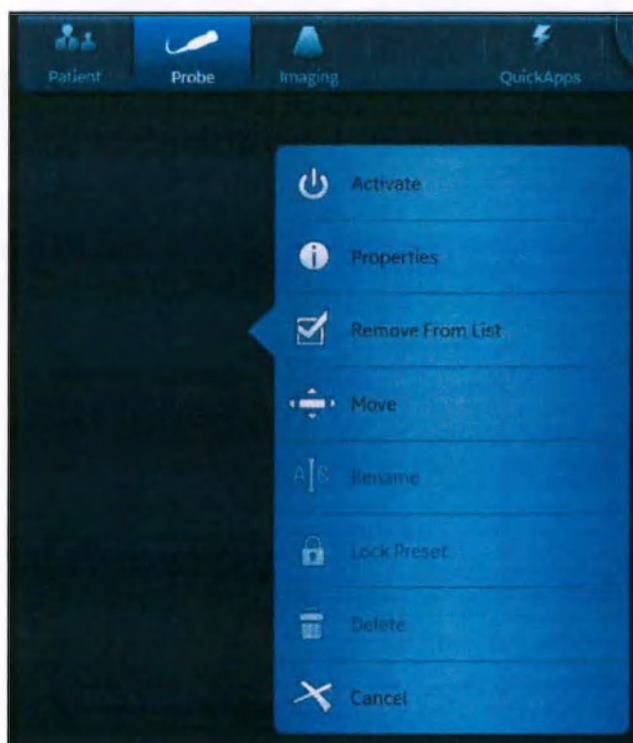

Рис. 4-34. Меню настройки предустановок
1. Выберите необходимое значение параметра **Category** (Категория) в области «Protocol Selections» (Выбранные протоколы) в правой части вкладки *Scan Assist Pro* (см. Рис. 4-34 на стр. 4-90).
3. Нажмите на предустановленный параметр приложения, который нужно изменить. Отобразится меню *настройки предустановок* (Рис. 4-34).
2. Коснитесь любой предустановки. Откроется меню настройки предустановок (см. Рис. 4-34 на стр. 4-90).
Отобразится меню *настройки предустановок* (см. Рис. 4-34 на стр. 4-90).